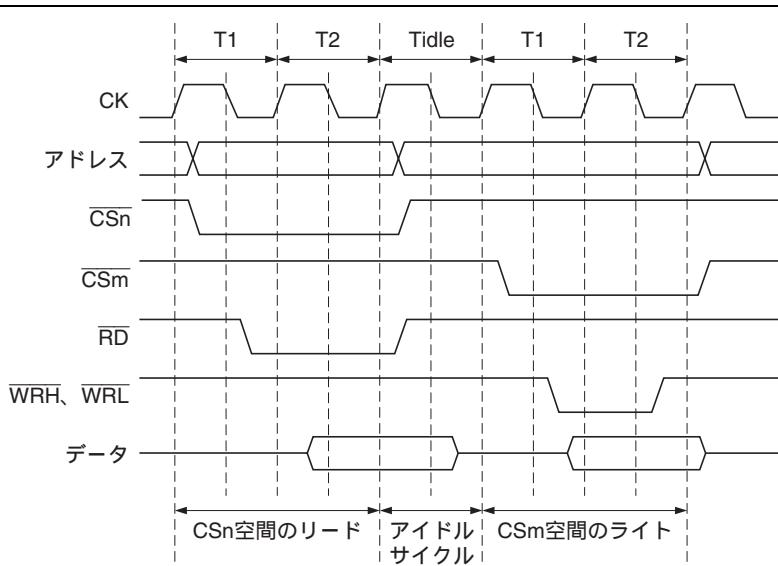

図 9.7 アイドルサイクル挿入例
(1) リードサイクル後のライトサイクル、(2) リードサイクル後の異なる CS 空間にに対するリードサイクル、の 2 つの場合、BCR2 の IW31 ~ IW00 ビットによって指定されたサイクル数だけアイドルサイクルが入るようウェイトを挿入します。アクセスサイクル間にもともとアイドルサイクルが存在する場合は、指定されたアイドルサイクル数からその空きサイクル数を除いたサイクルだけウェイトを挿入します。図 9.7 にサイクル間アイドルの例を示します。この例では、 $CSn$  空間のサイクル間アイドルに 1 を指定した場合に、 $CSn$  空間のリードサイクルの直後に  $CSm$  空間のライトを行うとき、1 アイドルサイクルが挿入されることを示しています。